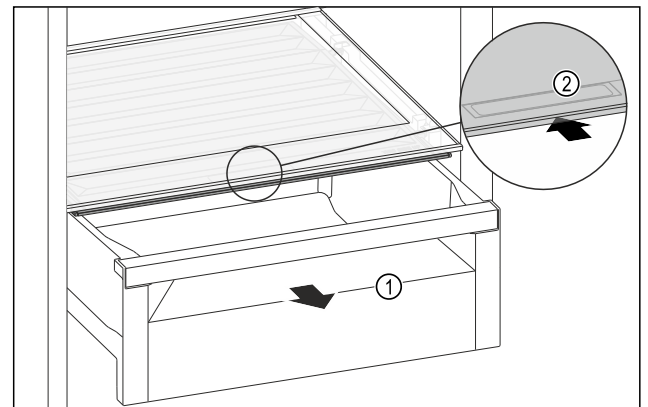

Fig. 176
- Schuifvak Fig. 176 (1) uittrekken.
- Greeplijst Fig. 176 (2) op het vakdeksel vastpakken en het vakdeksel gelijktijdig naar achteren schuiven.